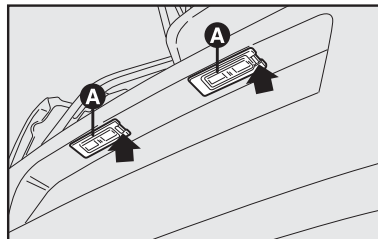
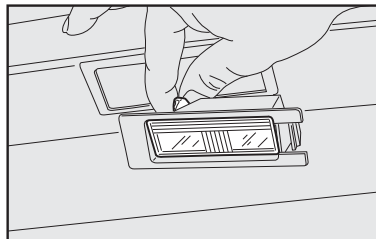

fig. 28
fig. 29
LUCES DE MATRÍCULA fig. 28 y fig. 29
- actúe en el punto indicado por la flecha y quite el grupo transparente **A-fig. 28**;
- sustituya la lámpara **fig. 29**, desvinculándola de los contactos laterales y cerciorándose de que la nueva lámpara esté correctamente bloqueada entre los contactos;